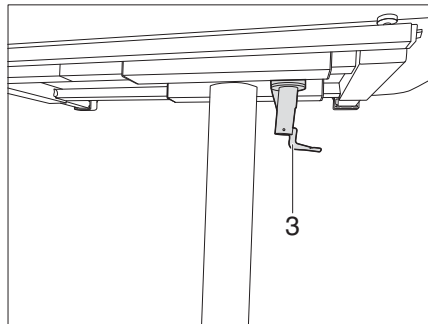

Bild 108 Klappstisch verriegeln
- Den Verriegelungshebel (Bild 108,3) nach rechts schwenken. Der Hubtisch ist verriegelt und kann nicht mehr verschoben werden.